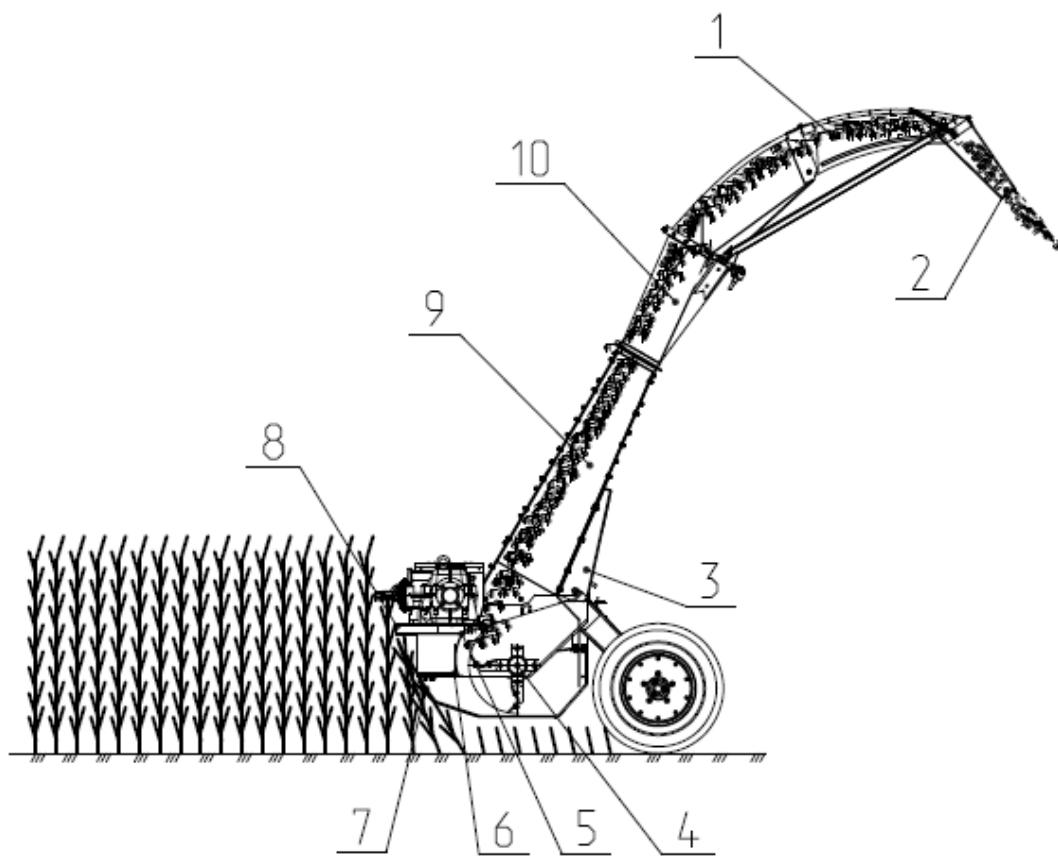

Рис.2 Технологическая схема работы косилки – измельчителя роторной КИР-1.85М.
2.2.Схема косилки и технологический процесс протекает следующим образом (рис.2).